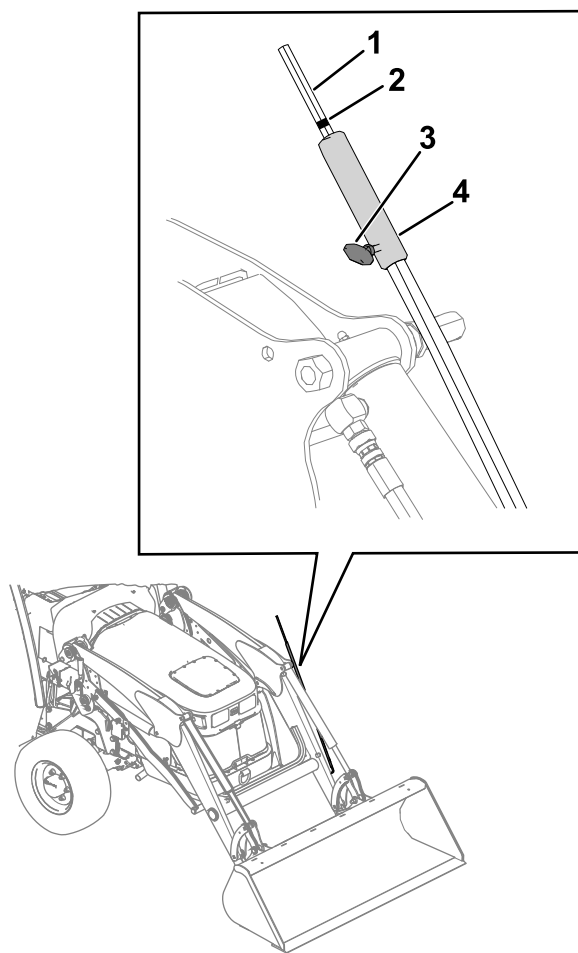

Рисунок 60
При управлении погрузчиком используйте индикатор уровня навесного оборудования (Рисунок 60), чтобы определить положение навесного оборудования с рабочего места оператора. Вы можете отрегулировать индикатор, чтобы использовать его с разным навесным оборудованием:
2. Отрегулируйте индикатор уровня навесного оборудования (Рисунок 60) так, чтобы его было видно с рабочего места оператора.